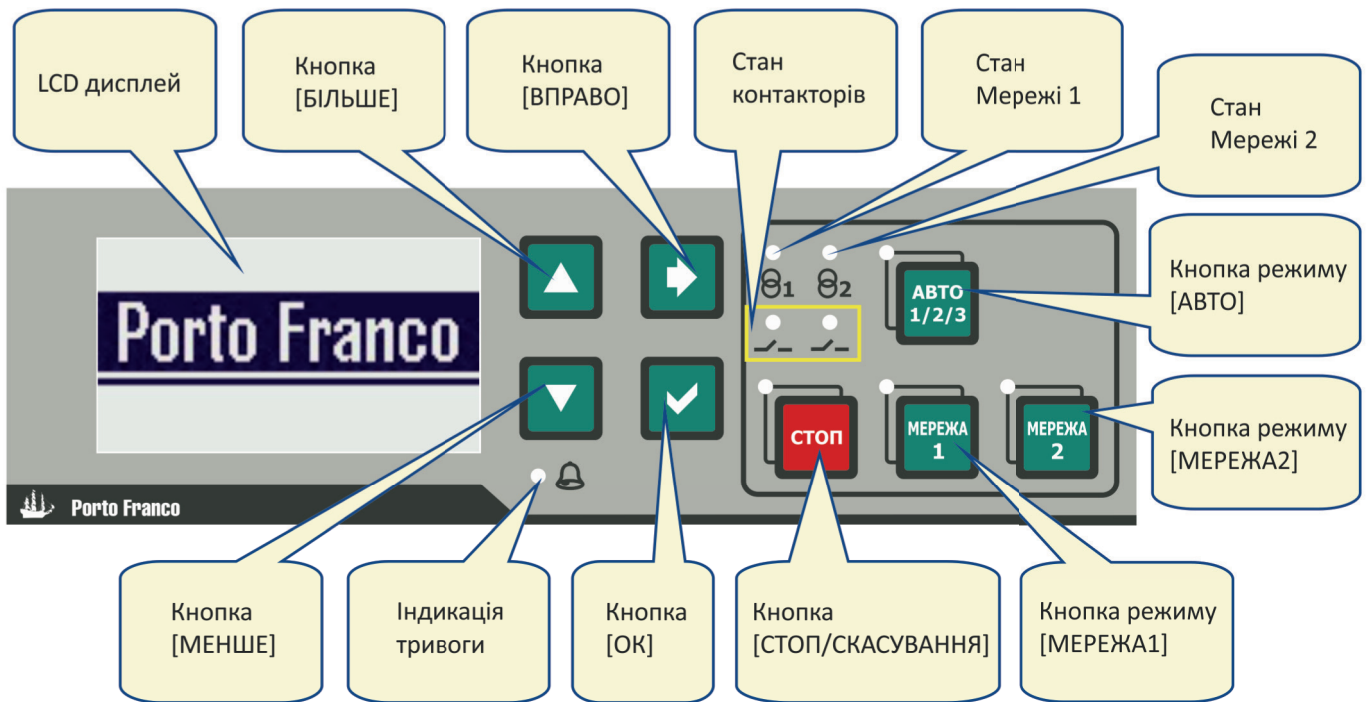

Рис. 5.2 – Панель індикації та управління
5.3.1 На передній панелі контролера (рис. 5.2) розташовані такі елементи управління:
5.4.1 На передній панелі контролера (рис. 5.2) розташовані такі елементи індикації: